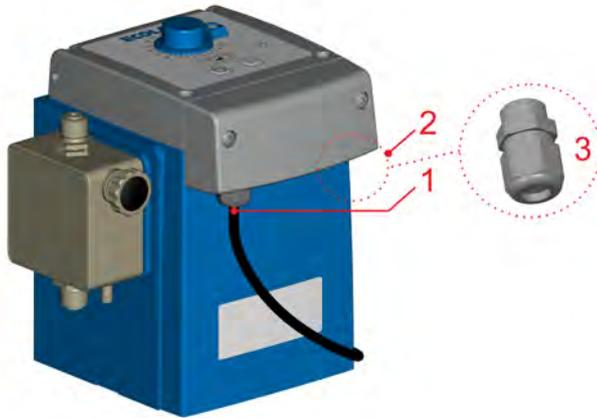

Fig. 5: Conexiones «EcoPro»
Para la conexión de cables de la señal de activación, la bomba incluye una unión roscada (M12 x 1,5) (Fig. 5, pos. 3).